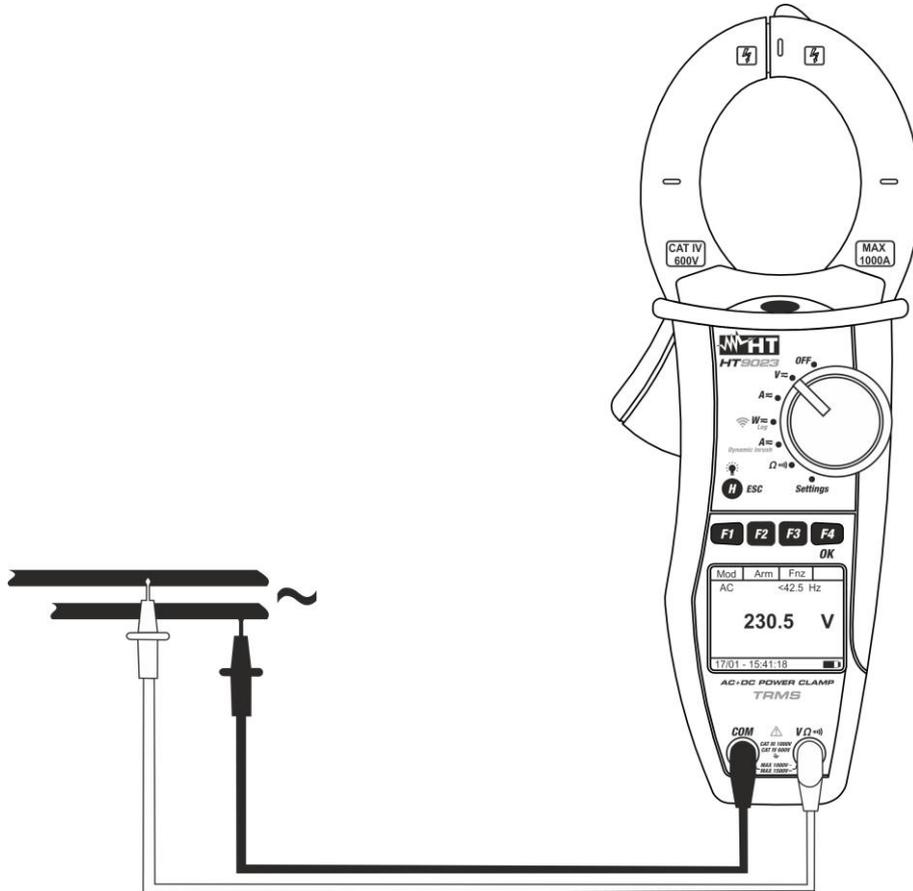

Fig. 6: Medida de Tensión CA y CA+CC
4. Inserte el cable rojo en el terminal de entrada **VΩⓂ**) y el cable negro en el terminal de entrada **COM** y posicione las puntas en los puntos deseados del circuito en examen (vea Fig. 6)